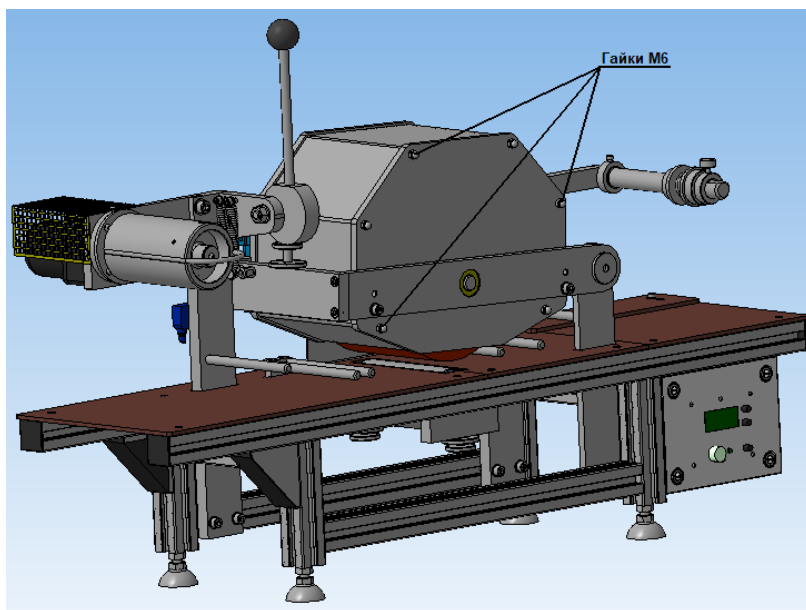

Рис.2
2. Отверните шесть гаек М6 (Рис.2).